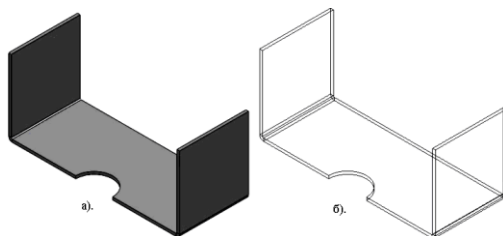

Рисунок 3.3
4. У PropertyManager оберіть **Связать с толщиной** в розділі **Направление 1** → ОК (рис. 3.3, а).
5. Оберіть «Вид» → **Каркасное изображение** (рис. 3.3, б).